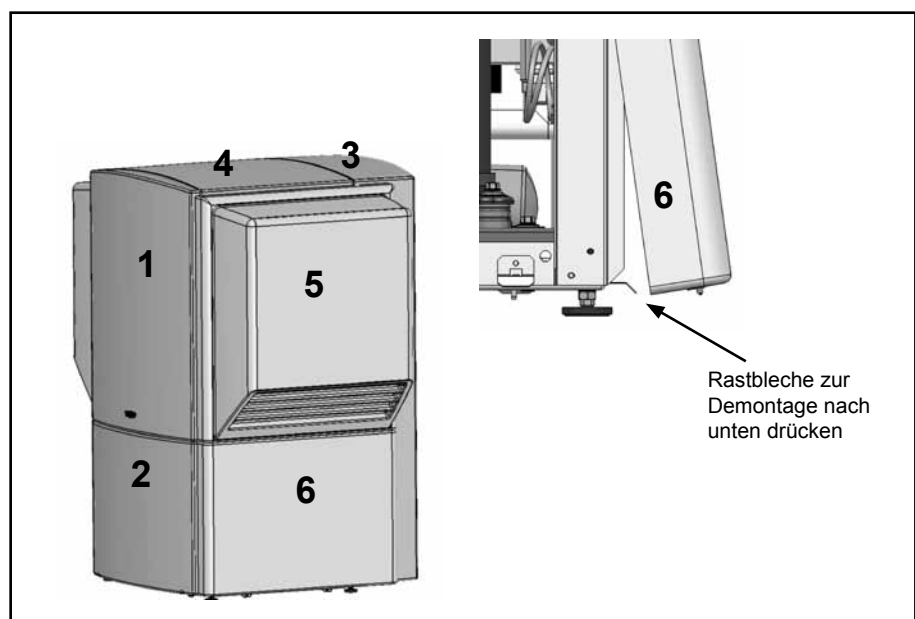

Abbildung 1: Entfernen der Verkleidungsteile der BWL-1
Die rechte und linke untere Seitenverkleidungen (6) Abbildung 1 entfernen.
- 2.9 Sollte der Spalt zwischen Ansaughaube (Position 3 Abbildung 1) und Rahmen zu eng zur Montage des Fühlers sein, muss die Ansaughaube leicht angehoben werden, so dass sie aus dem Schlüsselloch gehoben werden kann. Nach der Montage des Fühlers ist sicher zu stellen, dass die Ansaughaube wieder komplett in den vier Schlüssellochern eingerastet ist
- 3.1 Entfernen der beiden Sicherungsschrauben (E) an der rechten oberen Seitenverkleidung (Ausblashaube); Position 5 Abbildung 1